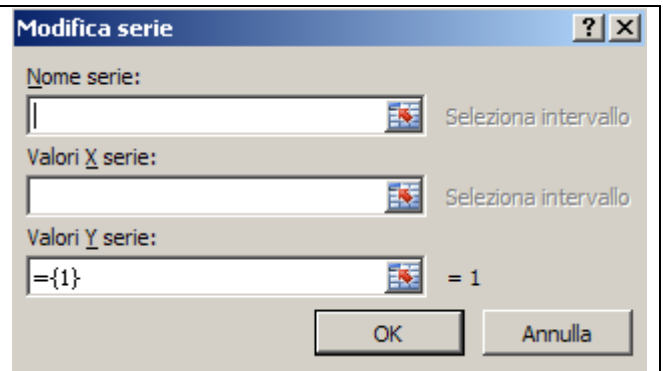

Figura 3 – Finestra Excel per la selezione dei dati
- appare una nuova finestra (vedi figura 3)